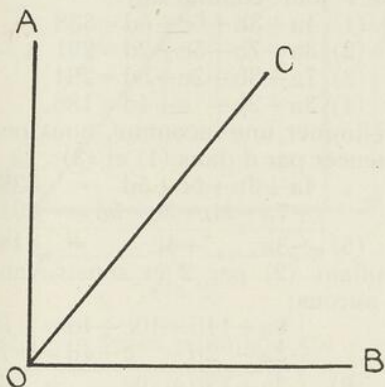

FIG. 22
5. En dessinant deux angles complémentaires (deux angles complémentaires ont leur somme égale à 90°), notre dessinateur a tracé la ligne OC, Figure 22, 14° trop près de la ligne OA de sorte que les deux angles ont une différence de 44° . Quels auraient dû être les deux angles?